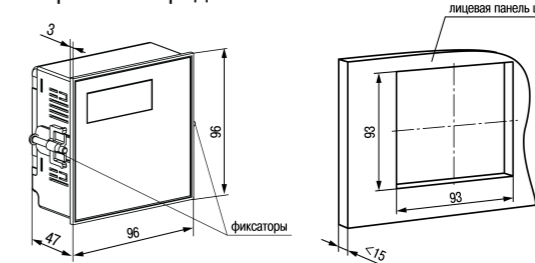

Рисунок 4 – Габаритные размеры корпуса Щ11
1. Подготовить на щите управления монтажный вырез для установки прибора (см. рисунок 4).